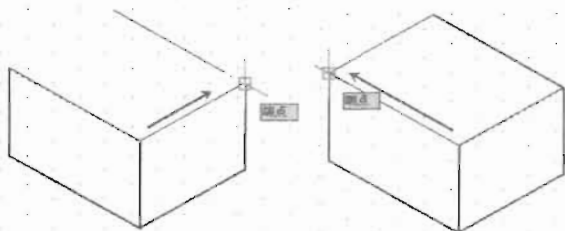

图 11-53
(5) 按 F5 键将轴测面切换到俯视平面, 然后复制左视平面和右视平面, 如图 11-53 所示。